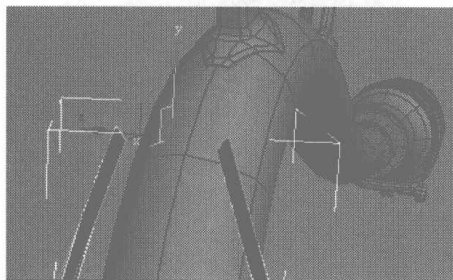
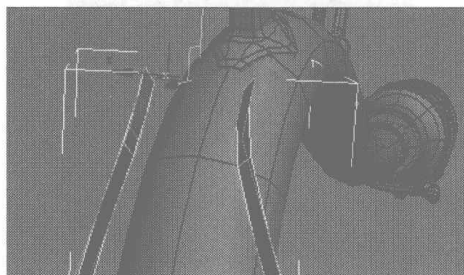
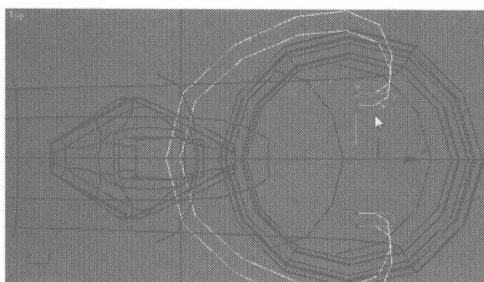

图 2.319
图 2.320
图 2.321
- 45** 选择如图 2.319 所示的曲线, 按住 Shift 键向上拖动, 复制出一个边沿, 如图 2.320 所示。选择如图 2.321